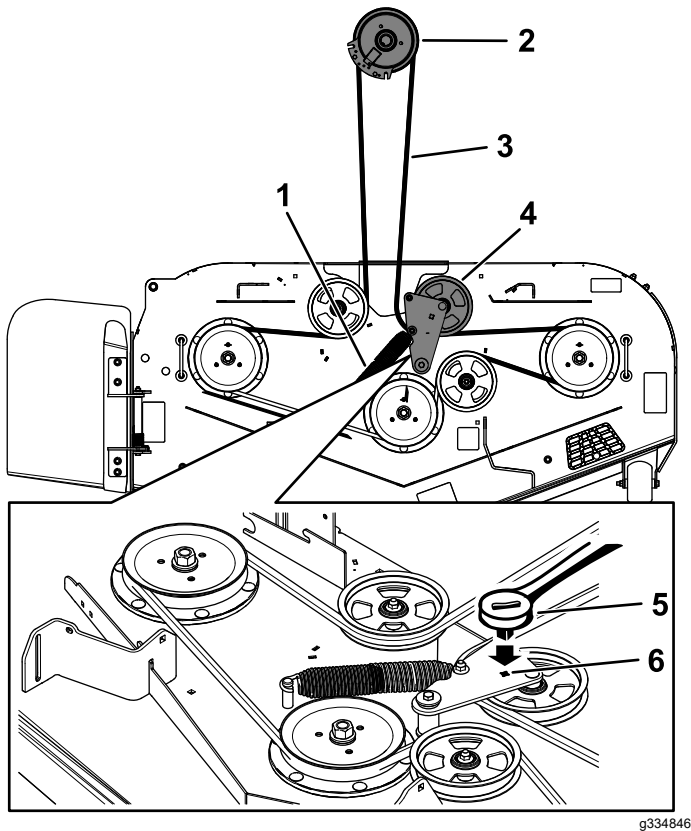

Bild 61
8. Setzen Sie eine 3/8-Zoll Ratsche in das rechteckige Loch im Spannarm ein, um die Spannung an der Spannscheibenfeder zu lösen (Bild 61).
10. Nehmen Sie die Riemenschutzvorrichtung am gefederten Spannarm ab (Bild 61).
12. Verlegen Sie den neuen Riemen um die Mähwerk- und Bremsspannscheiben unter dem Motor (Bild 61).
13. Legen Sie die Riemenführung auf den Spannarm (Bild 61).
14. Setzen Sie die Spannscheibenfeder mit Hilfe der $\frac{3}{8}$ -Zoll Ratsche im rechteckigen Loch ein (Bild 61).